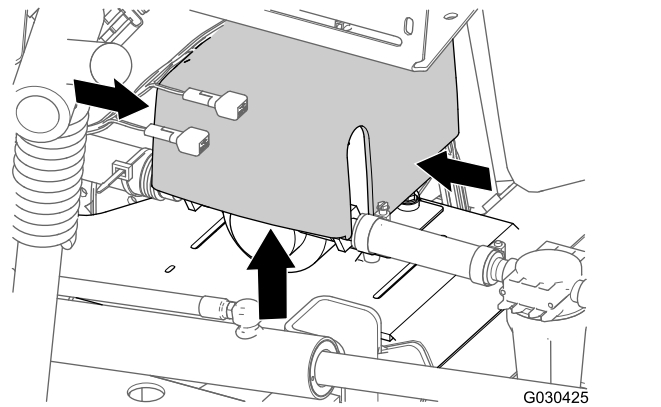

図 7
1. 機体後部で、すすぎ用ポンプのカバーを両側から押し、カバーについているタブがサドルプレートのスロットをかわすまでカバーを上を持ち上げて、カバーを取り外す (図 7)。